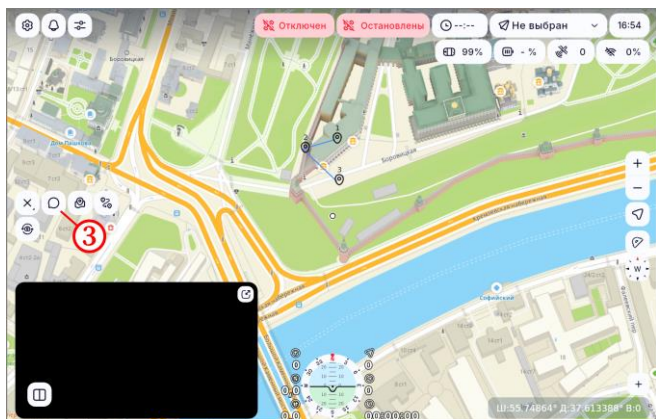

Рисунок 89
- нажать на кнопку  (рисунок 89, шаг 3);